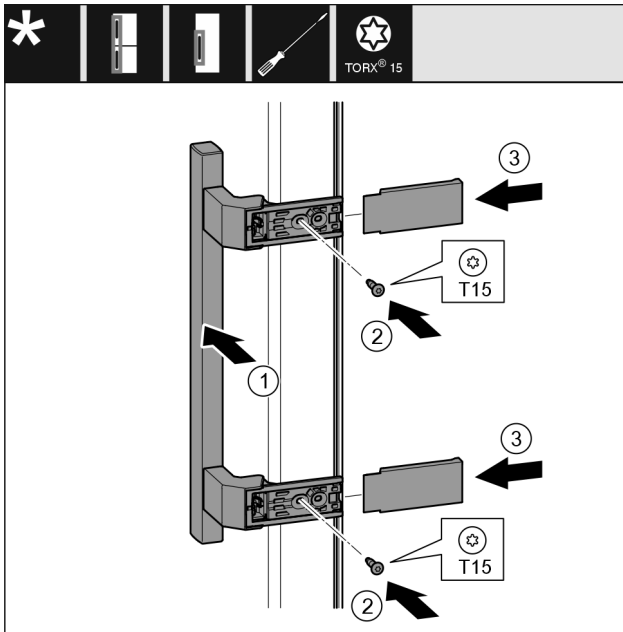

Fig. 21
- ▶ Griff Fig. 21 (1) auf der Gegenseite ansetzen.
- ▶ Schrauben Fig. 21 (2) mit Schraubendreher fest-schrauben.
- ▶ Abdeckungen Fig. 21 (3) seitlich ansetzen und aufschieben.